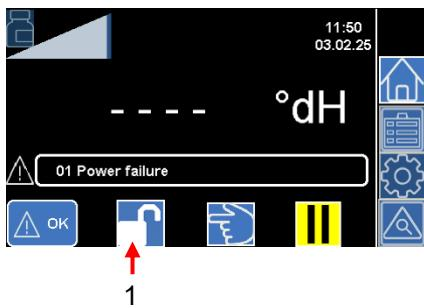

Figura 19
1. En el menú **Valores medidos**, pulse el ícono **Contraseña** (1) (véase la Figura 19).